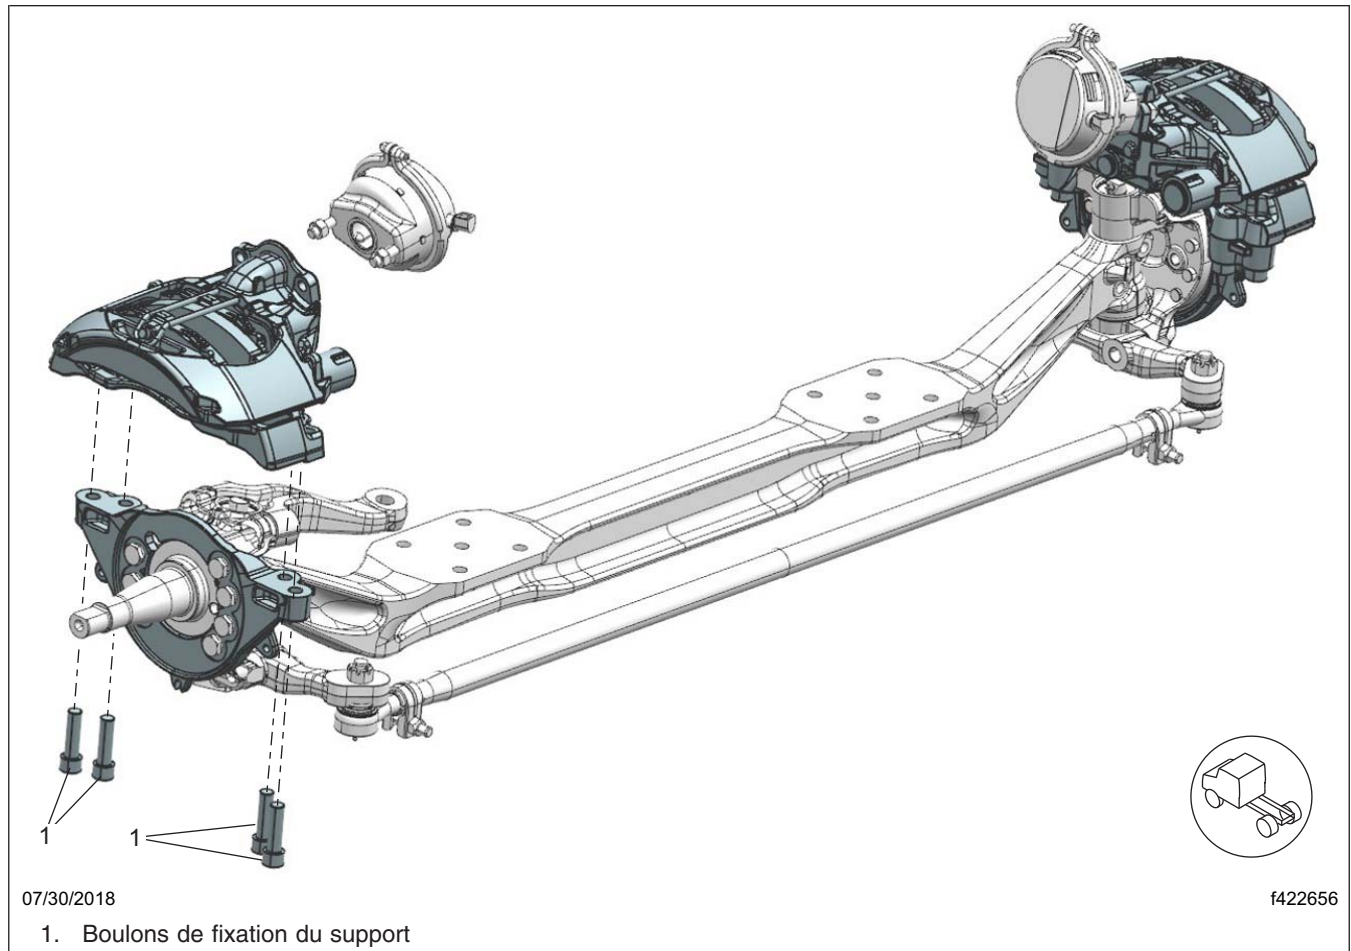
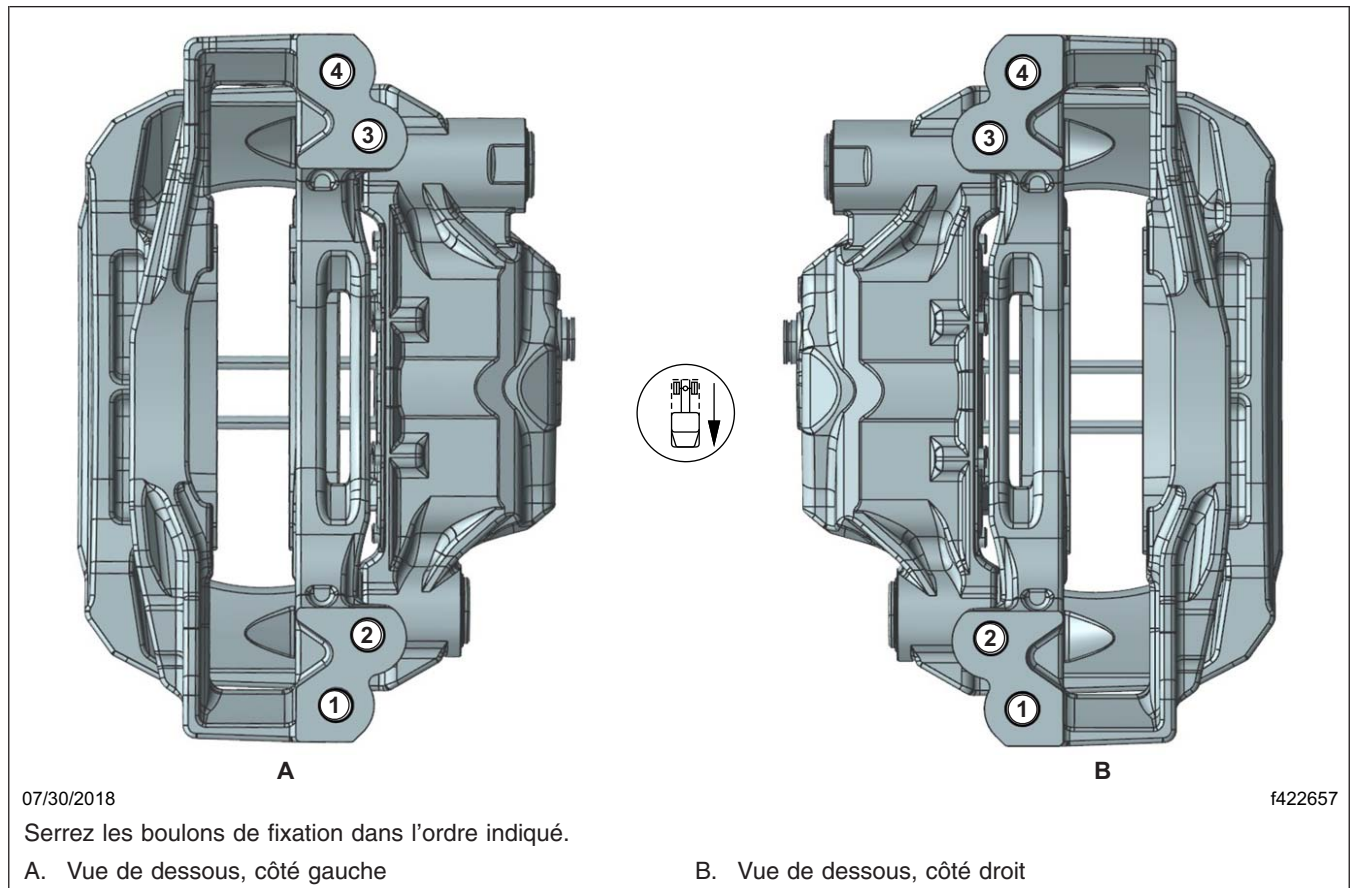

Fig. 9, Étriers Wabco Maxxus à montage radial
Fig. 10, Ordre de serrage des étriers Wabco Maxxus à montage radial
9. Alignez chaque ensemble étrier/support avec le rotor en repoussant le côté à tige fixe de l'étrier contre le rebord de la plaque de couple, puis installez l'ensemble étrier/support en utilisant les boulons de fixation de l'étrier neufs. Reportez-vous à la figure 9 et la figure 10.
10. Serrez les boulons de fixation du support en deux étapes, en appliquant la séquence indiquée sur la **figure 10**.